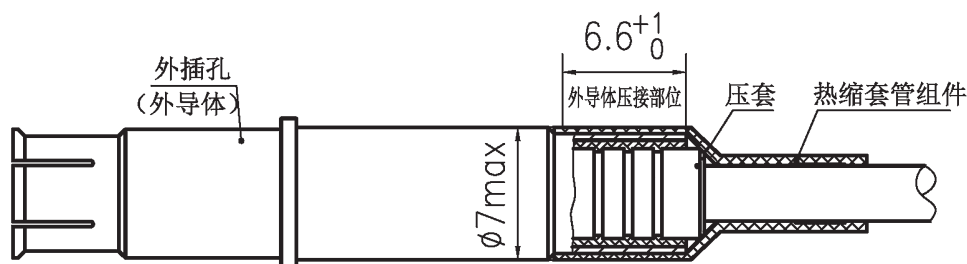

图10
(2) 把热缩套管组件推至外插孔尾部台阶处, 并在该位置热缩。见图10。